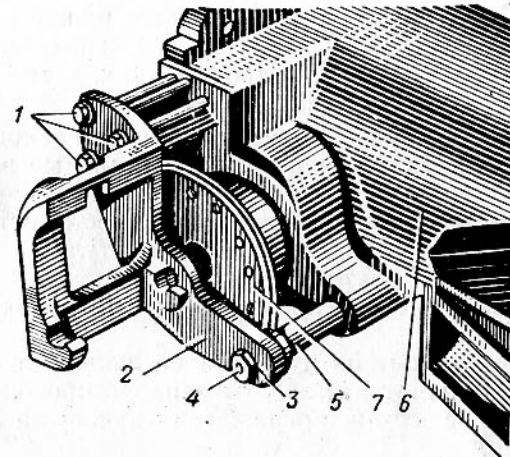

Рис. 73. Установка кронштейна прицела ТШ-16:
13. Вывернуть болты 1 (рис. 73) крепления верхней части кронштейна 2 прицела к люльке 7.